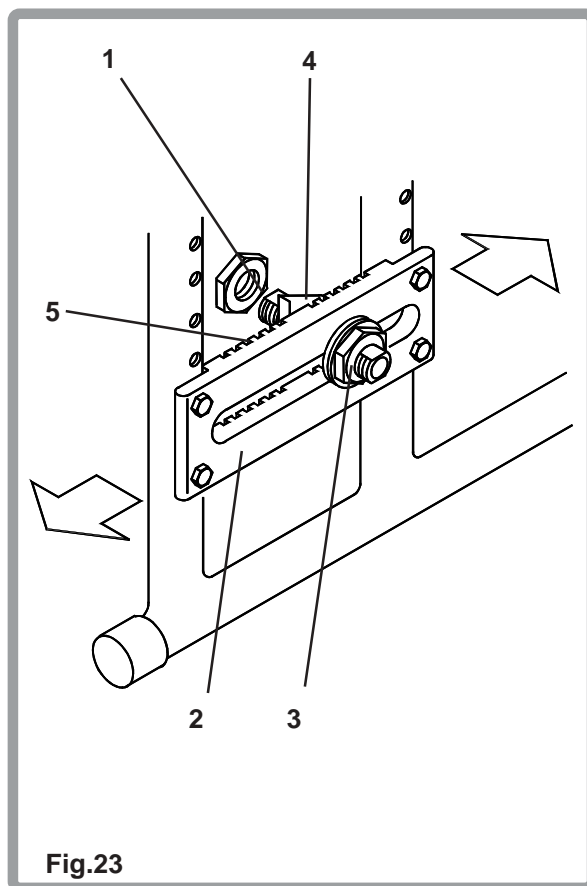

Fig.23
Le centre de gravité (Fig. 23) est réglé en déplaçant le guide d'axe (1) vers l'arrière ou vers l'avant sur la plaque d'axe crantée (2). Pour déplacer le guide d'axe, défaire l'écrou de retenue extérieur de 28 mm (3) suffisamment pour faire glisser la rondelle de verrouillage (4) et l'ensemble guide d'axe dans la plaque d'axe, trouver le cran souhaité (5) et serrer les écrous de retenue. Serrer jusqu'à 45Nm.